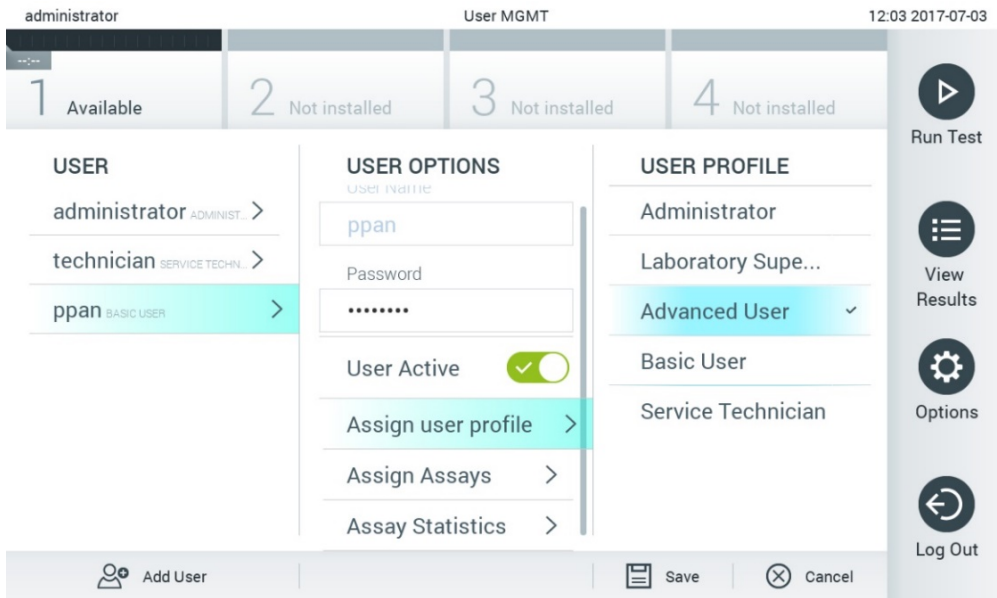

図 61.ユーザープロフィールをユーザーに割り当てる。
- Assign User Profile (ユーザープロファイルの割り当て) : そのユーザーに別のユーザープロファイル (管理者、検査室監督者、アドバンスユーザー、ベーシックユーザーなど) を割り当てることができます。コンテンツエリアの右側のリストから適切なユーザープロファイルを選択します (図 61)。